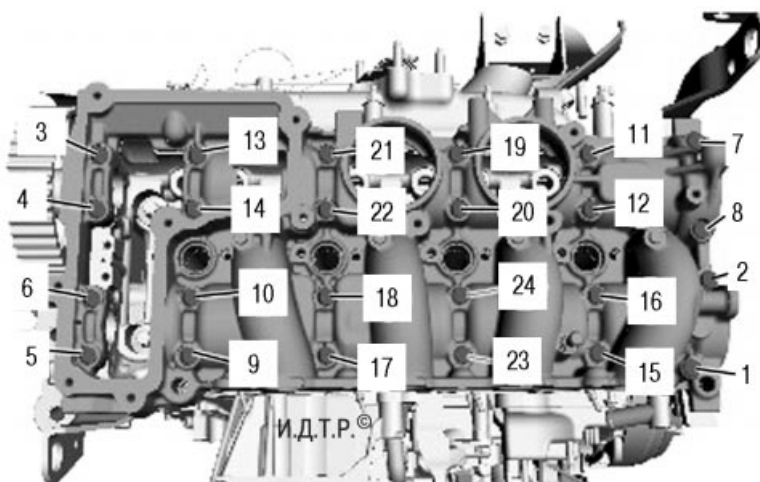

Рис. 5.55. Порядок ослабления затяжки болтов крепления нижней части крышки головки блока цилиндров
9. Ослабьте затяжку двадцати четырех болтов крепления нижней части крышки головки блока цилиндров в порядке, показанном на рис. 5.55, а затем окончательно выверните болты крепления.
13. Болты крепления крышки затягивайте моментом затяжки 11 Н·м (1,1 кгс·м) в порядке, обратном показанному на рис. 5.55.